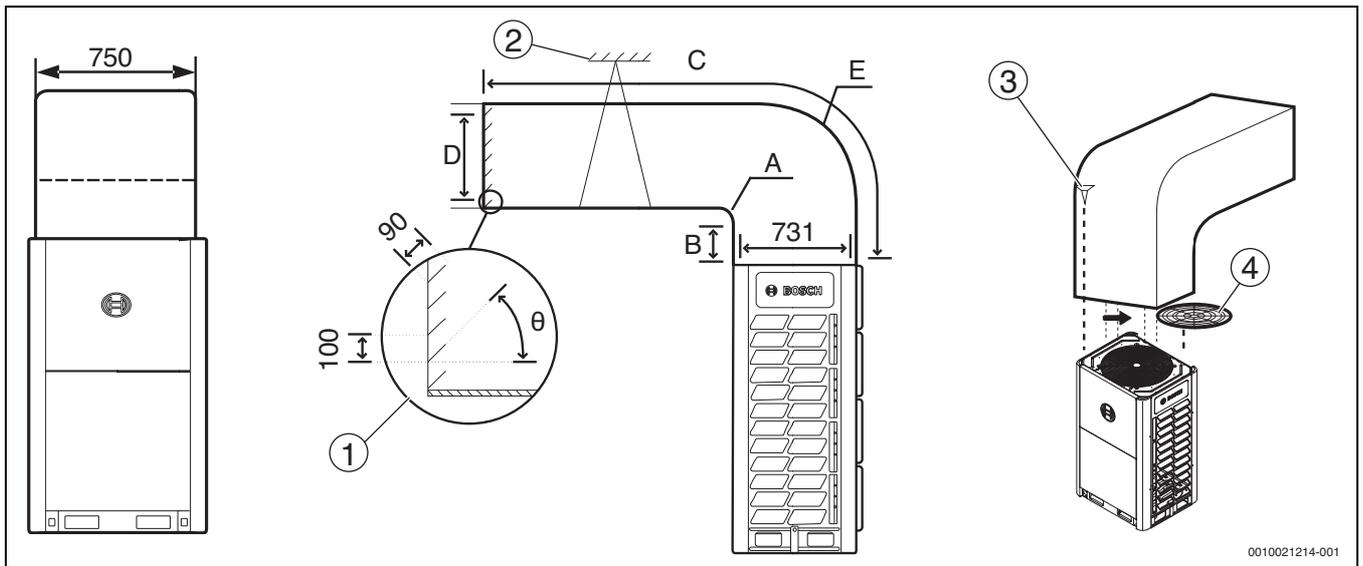

Рис. 65 Опция А: Поперечный воздуховод (ед. мм)
**Обозначения на рис. 65и 66:**
Таб. 41 Размеры на рис. 65
Таб. 42 Внешнее статическое давление на рис. 65и 66